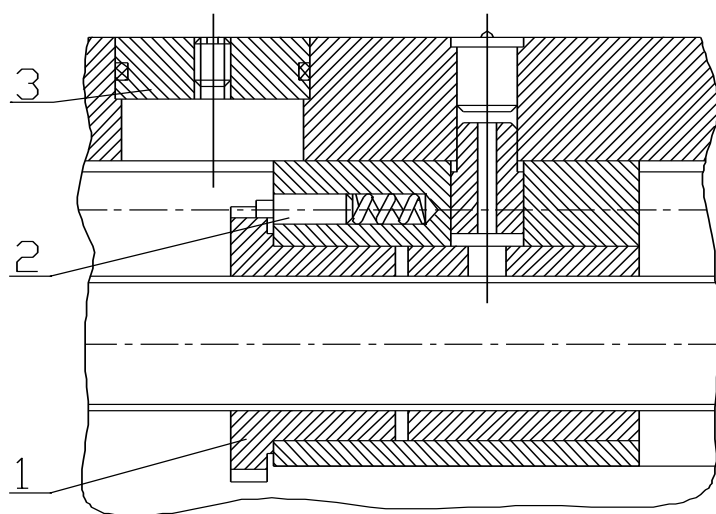

Fig.15.6
15.6. Spieleinstellung zwischen der Planspindel und der Planspindelmutter.(Fig.15.6)